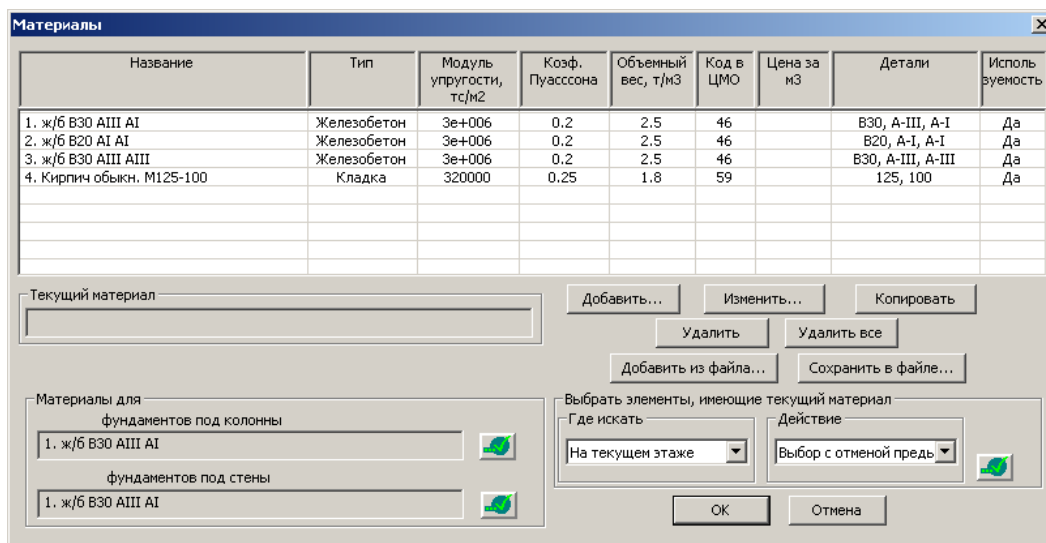

Рис.10.2.1. Окно диалога **Материалы**
- В окне диалога **Материалы** (рис. 10.2.1), нажмите кнопку **Добавить**.